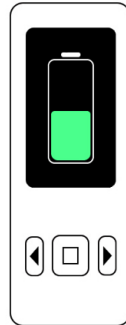

Abb. 7 : Der **X-Smart® Go** Endomotor wird aufgeladen
- Während des Ladevorgangs wird das Akkusymbol auf dem Display des Motors angezeigt (siehe [► Abb. 7]). Sobald der Ladevorgang abgeschlossen ist, schalten sich das Display des Motors und die blaue LED an der Powerbank aus.